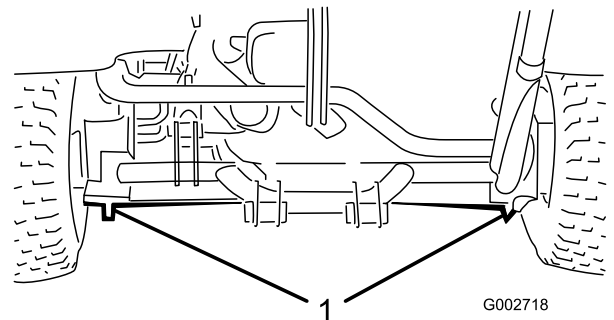

Figura 18
- En el lado izquierdo o derecho, debajo del motor de la rueda trasera o del bastidor (Figura 18).